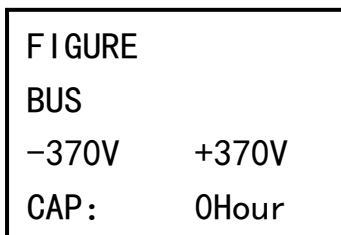

Рисунок 13
- параметры шины (см. рисунок 13);